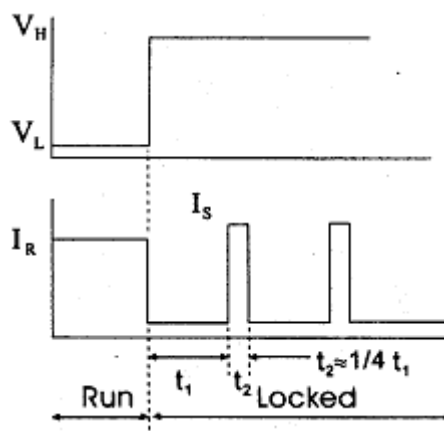

Рис.2 Выходной сигнал и график тока потребления вентиляторов типа R.
2. На дополнительном выводе вентиляторов типа R присутствует только постоянный уровень сигнала, а не импульсы как у предыдущего типа. Поскольку вентиляторы этого типа всегда оснащаются схемой перезапуска, то на Рис.2 показан график тока потребления вентилятора I_R .